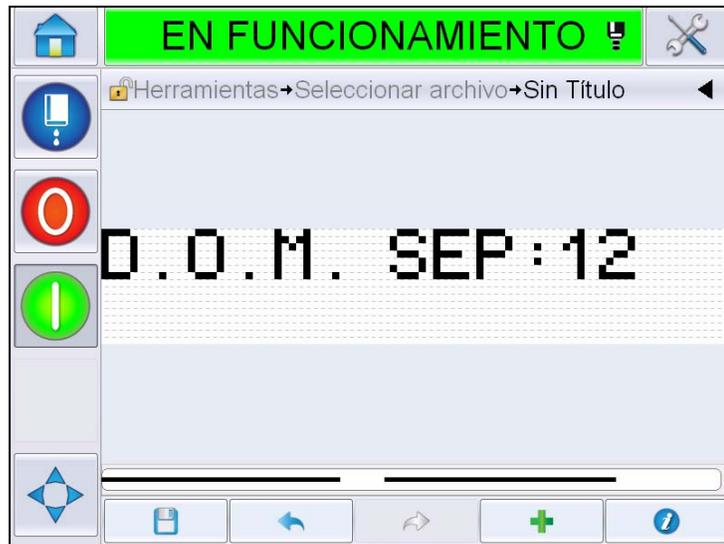

Figura 5-29: Página de mensajes
El mensaje con el formato seleccionado se muestra en la página de *mensajes* (Figura 5-29). Continúe con el paso 18 en la página 5-44 para guardar el mensaje o pase al próximo paso para agregar otro campo.
**12** El mensaje con el formato seleccionado se muestra en la página de *mensajes* (Figura 5-29). Continúe con el paso 18 en la página 5-44 para guardar el mensaje o pase al próximo paso para agregar otro campo.